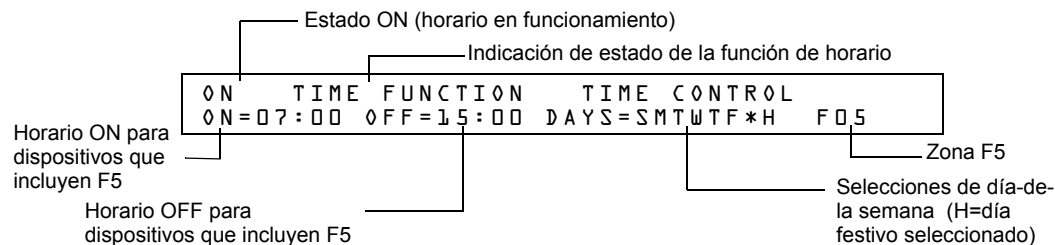

Figura A.4 Ejemplo de Estado de lectura para función de horario
El control horario está activo para todos los días de la semana detallados en F5 o F6. Los días festivos detallados en F7 quedan excluidos a menos que incluya Holidays (H) en la selección del día de la semana de F5 y F6 - (se muestra en Figura A.4). Ingrese las funciones de horario en formato de 24-horas con el horario OFF (desactivado) más tarde que el horario ON (activado). Después de cambiar la programación usando el control horario, siempre reinicie el panel de control.